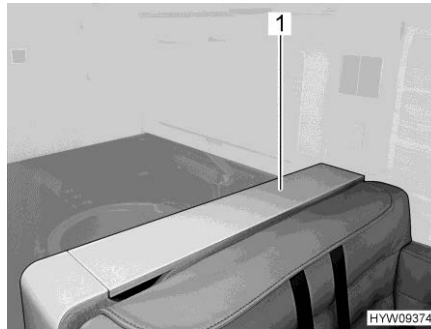

Fig. 88 Écran plat (couvercle fermé)
- Ouvrir le couvercle (Fig. 88,1).